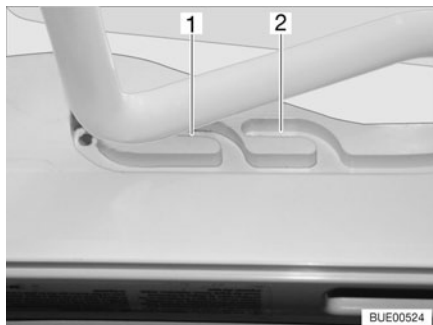
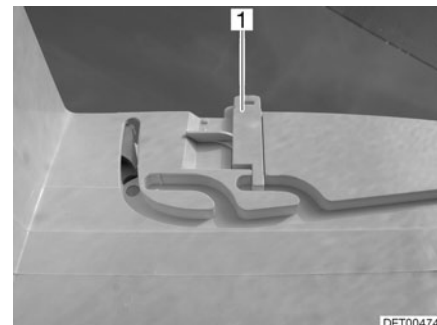

Fig. 69 Claraboya Heki en posición de ventilación
Fig. 70 Bloqueo de la posición de ventilación
La claraboya Heki se puede colocar en dos posiciones de ventilación: Posición de mal tiempo (Fig. 69,1) y posición mediana (Fig. 69,2). Según el modelo, la claraboya podrá ser bloqueada en la posición mediana con el pestillo (Fig. 70,1).
- Presionar el estribo ligeramente hacia arriba y empujarlo en la guía seleccionada (Fig. 69,1 ó 2) y, si fuera necesario, bloquearlo.